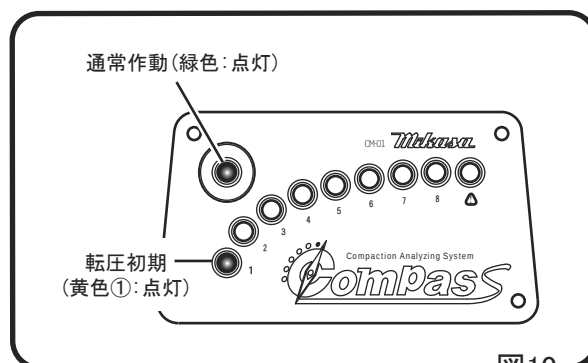

図10
通常転圧である事を検知すると緑色のLEDが点灯します。回転が上がり転圧が始まると黄色のLED①が点灯し、転圧が進むにつれて黄色LEDが②～⑧へ点灯数が増えていきます。地盤剛性の測定値で校正したレベルのLEDが点灯した時に締め固めが完了します。(図10)